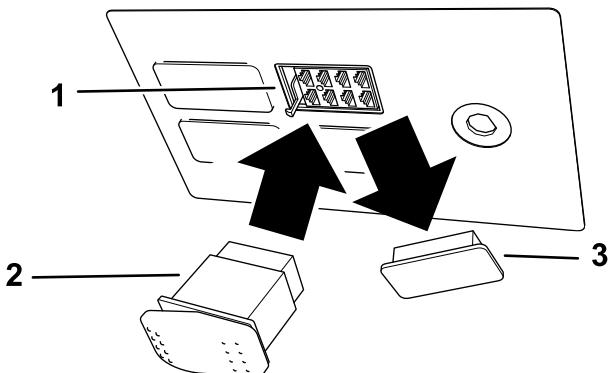

Bild 7
5. Entfernen und werfen Sie die Blende von der leeren Stelle vorne rechts in der Schalterplatte weg (Bild 7).
6. Stecken Sie den elektrischen Anschluss in den Schalter und befestigen Sie den Schalter in der Schalterplatte (Bild 7).